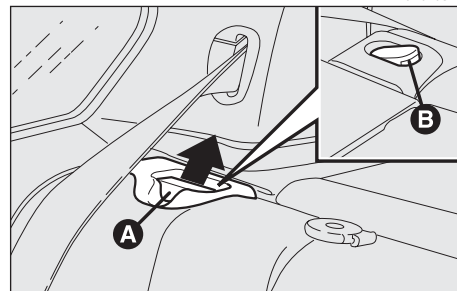

fig. 36a
**Il corretto aggancio dello schienale è garantito dalla scomparsa della "banda rossa" (B) presente di fianco alle leve (A) di abbattimento schienale. Tale "banda rossa" indica infatti il mancato aggancio dello schienale (fig. 36a). Nel riportare lo schienale in posizione di utilizzo accertarsi dell'avvenuto aggancio fino a percepire lo scatto di blocco.**